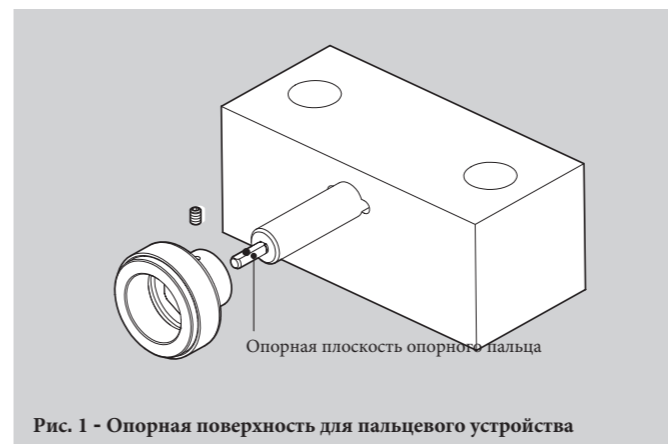

Рис. 1 - Опорная поверхность для пальцевого устройства
3. Поместите магнит на устройство AT152 с помощью крепежного штифта, размещенного на опорной поверхности штифта «D» (рис.1).